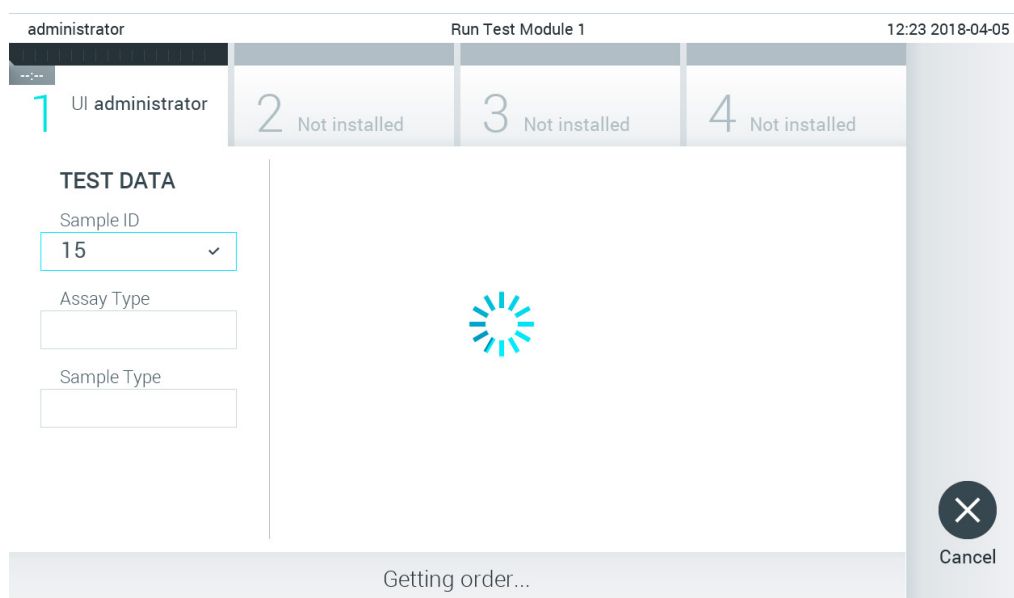

Рис. 76. Дисплей під час отримання заявки на тест.
- Доки аналізатор КВІАстат-ДКс (QIAstat-Dx) 1.0 очікує заявку на тест, ідентифікатор зразка надсилається хосту і з'являється повідомлення «Getting order...» (Отримання заявки) (рис. 76).